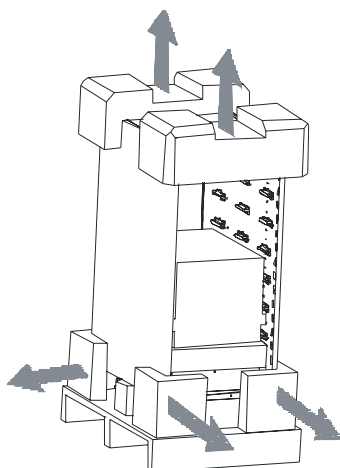

Fig. 2
- 2) Ôtez la mousse qui entoure l'appareil (voir Fig. 2).